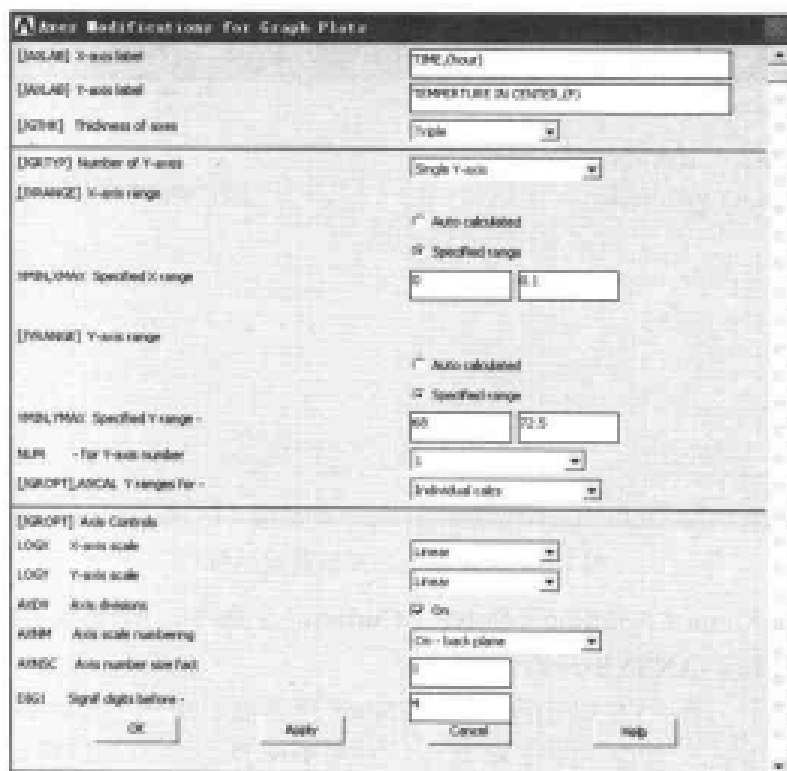

图 10-50 坐标轴选项设置对话框
(3) 选择 Utility Menu | PlotCtrls | Style | Graphs | Modify Axes 命令，出现 Axes Modifications for Graph Plots 对话框，参照图 10-50 对其进行设置，单击 OK 按钮关闭该对话框。
(4) 选择 Utility Menu | PlotCtrls | Style | Graphs | Modify Curves 命令，出现 Curve Modifications for Graph Plots 对话框，在[/GTHK] Thickness of curves 下拉列表框中选择 Triple 选项，单击 OK 按钮关闭该对话框。
(5) 选择 Utility Menu | PlotCtrls | Style | Colors | Graph Colors 命令，出现 Graph Colors 对话框，在 CURVE Graph curve number 1 下拉列表框中选择黄色，单击 OK 按钮关闭该对话框。